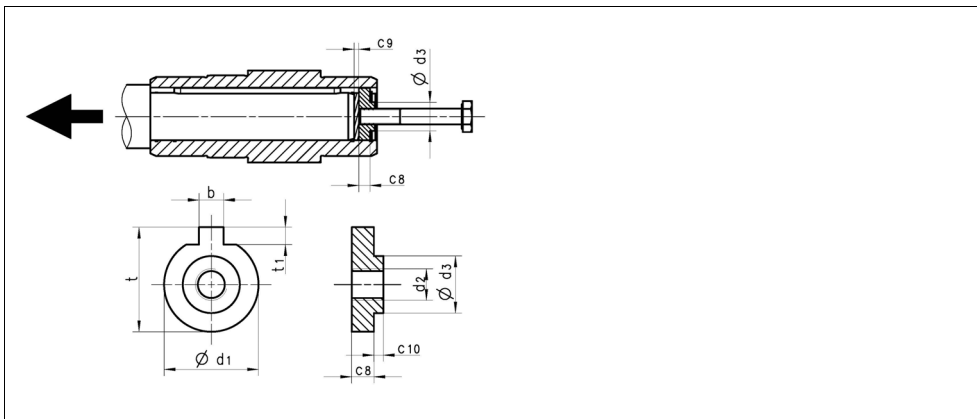

Abb. 12 Demontage von Getrieben mit Hohlwelle, mit Hilfswerkzeug
2. Getriebe mit geeignetem Hilfswerkzeug von der Motorwelle abziehen/abdrücken (Abb. 12).